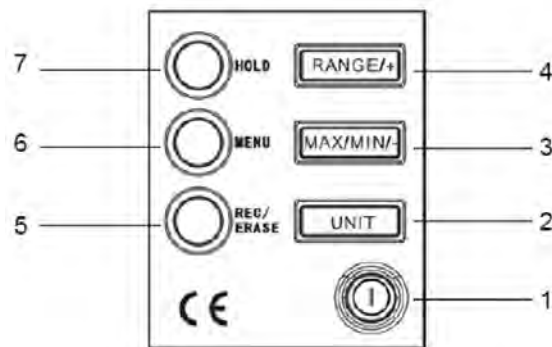

Figura 3
3. Descripción de los botones (Figura 3)